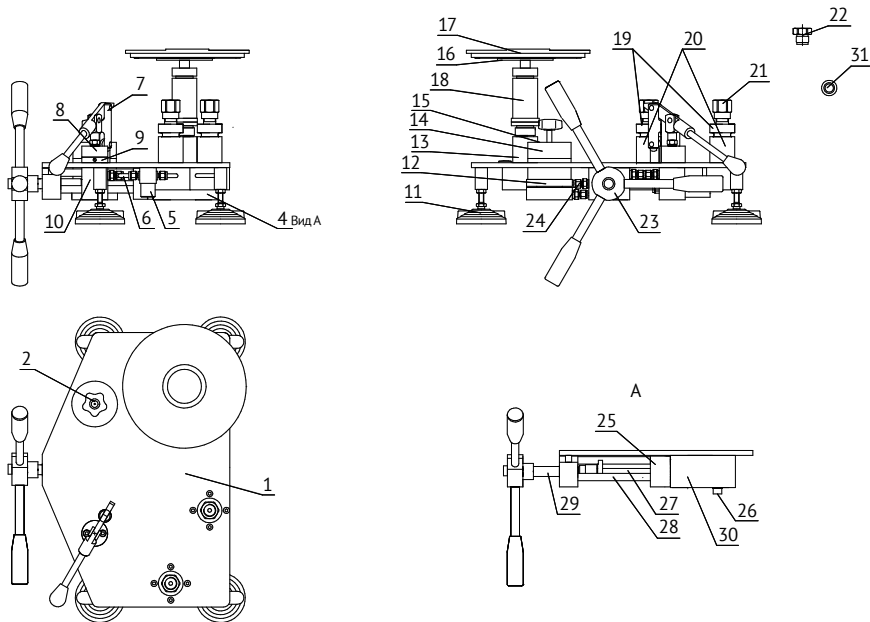
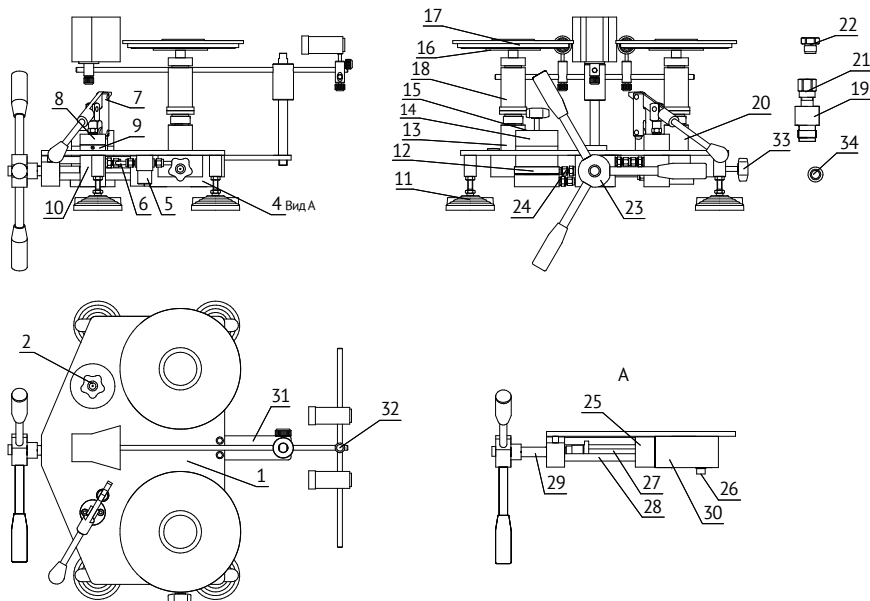

Рис. 1. Манометр грузопоршневой МП-6...МП-16
Рис. 3. Манометр грузопоршневой МП-6...МП-16
4.2 Манометр грузопоршневой функционально состоит из трех частей: устройства создания давления, измерительной поршневой системы и комплекта грузов. Основание манометра грузопоршневого выполнено в виде стальной плиты 1 (Рис. 1–4), снабжённой четырьмя регулируемыми опорами 11. Узел основного штока состоит из направляющей втулки 25, основного штока 27, винта слива жидкости 26, шпилек 28, винта 29 и основного блока 30. Ручной насос 7 выполнен в виде отдельного узла и состоит из корпуса 10, направляющей втулки 8, уплотнительной шайбы 9 и системы рычагов. Ручной насос соединен с гидравлической системой манометра грузопоршневого с помощью трубок. С левой стороны расположен стакан 14 для рабочей жидкости и вентиль сброса давления 2. ИПС устанавливается на левую стойку (стойка ИПС), а поверяемые СИ устанавливаются либо на регулируемую стойку 20 (рис. 3, 4) непосредственно или через переходник 19 (на приборах в специализированном исполнении), либо на стойку (стойки) 20 (рис 1, 2) для поверяемого СИ с предварительно установленным переходником 19 (на приборах в обычном исполнении) при помощи присоединительной гайки 22. Для регулировки вертикального положения образцовой ИПС служат регулируемые опоры 11, а регулировка вертикального положения регулируемой стойки (на приборах в специализированном исполнении) осуществляется при помощи винтов крепления регулируемой стойки к плите. Плавная регулировка давления осуществляется штурвалом 23. Масло к узлам подаётся по соединительным трубкам 6, присоединённых при помощи фитингов 24. Для повышения надежности работы, а также для предотвращения повреждения устройства, в гидравлическую схему включен фильтр тонкой очистки 5.
6.6 Выдвиньте основной шток, вращая штурвал против часовой стрелки до упора, и закрутите запорный вентиль 33 (рис. 3, 4) (специализированное исполнение).
6.11 Плавными движениями ручного насоса закачивайте масло в систему, следя за тем, чтобы масло не выплеснулось из корпуса ИПС и отверстий переходников (корпуса поверяемой ИПС), постоянно контролируя уровень масла в стакане (в случае необходимости долить). Когда уровень масла в отверстиях переходников поднимется до верхней кромки, то на переходники (переходник) необходимо установить присоединительные гайки, резинометаллические уплотнения и заглушки (на манометре грузопоршневом в обычном исполнении и манометре грузопоршневом специализированного исполнения при использовании на стойке 20 (рис. 3, 4) переходника). Продолжайте качать масло до тех пор, пока оно не появится в канале цилиндра ИПС.
6.15 Отрегулируйте вертикальное положение стойки ИПС. Для чего установите приспособление по контролю вертикальности на грузоприёмное устройство образцовой ИПС и отрегулируйте её вертикальное положение при помощи подкручивания регулируемых опор 11 (рис. 1–4), затем отрегулируйте вертикальное положение второй стойки (специализированное исполнение) с помощью регулировочных винтов, сначала в одной плоскости, затем в другой, путем ослабления на 1/2 оборота одного винта с последующим подтягиванием противоположного.
6.19 Установите основание 31 (рис. 3, 4) устройства для наблюдения за положением поршня (поршней) на основание манометра грузопоршневого.